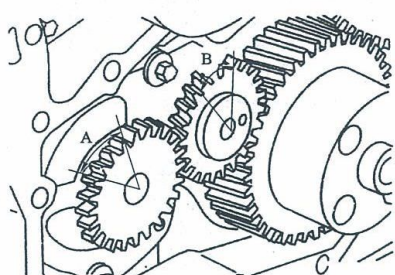

图 1-399 测量齿隙
12) 如果安装使用新机油泵, 一定要保证齿轮安装正确。图 1-399 所示为测量齿隙, 其规定值如下所示: